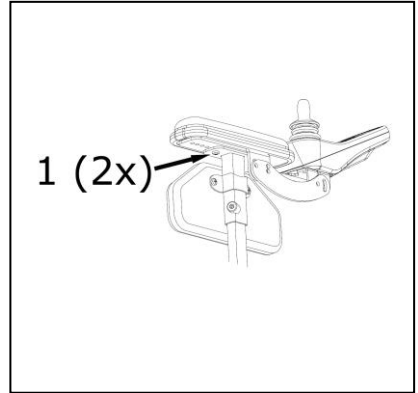

Figure 4.13
**Réglage de la profondeur du boîtier de commande (fig. 4.13).**
1. Desserrer les boulons (1).
2. Faire coulisser le boîtier de commande jusqu'à la position souhaitée (2).